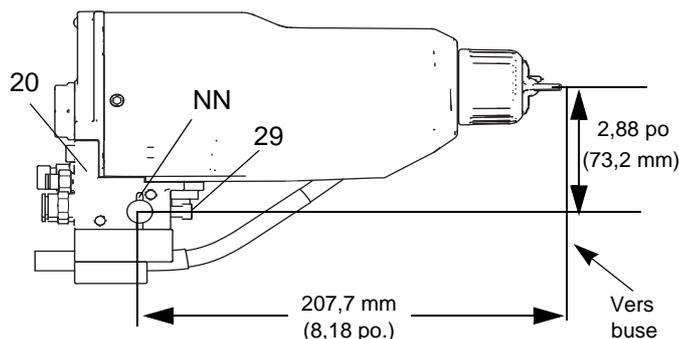

Fig. 4 Support de montage
1. Desserrez les deux vis de fixation (29) du collecteur et faites glisser le collecteur (20) sur une bielle de fixation de 13 mm (1/2 po.).
**REMARQUE :** Pour obtenir un positionnement plus fiable, introduisez une broche de positionnement de 3 mm (1/8 po.) dans la fente (NN) de la fixation et dans un trou de la tige. Consultez les détails sur la FIGURE 4.